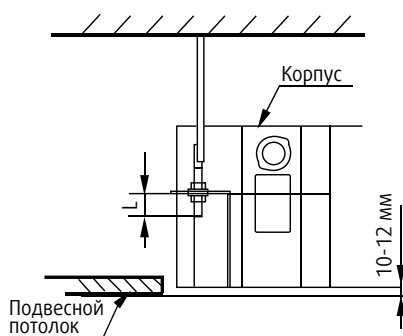

Рис. 4-1
### 4.1. Выбор места установки (рис. 4-1, 4-2, 4-3 и табл. 4-1)
- Отрегулируйте расположение блока, убедившись в том, что расстояния между корпусом блока и потолочной конструкцией одинаково по всему периметру корпуса блока. Нижняя поверхность корпуса блока должна быть утоплена в потолочную поверхность на 10-12 мм (рис. 4-1).